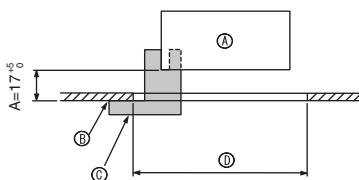
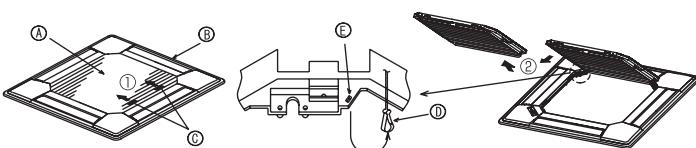
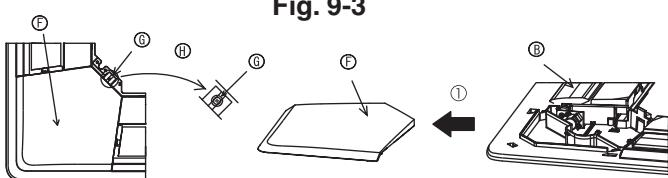

Fig. 9-2
Fig. 9-3
Fig. 9-4
① Grille	1	950 x 950 (mm)
② Vis avec rondelle captive	4	M5 x 0.8 x 25
③ Jauge	1	(Divided into four parts)
④ Attache	3
⑤ Vis	4	4 x 8
⑥ Vis	1	4 x 12
⑦ Télécommande sans fil	1	pour PLP-6BALM
⑧ Télécommande câblée	1	pour PLP-6BAMD
9.2. Préparation avant d'attacher la grille (Fig. 9-2)
- A l'aide de la jauge ③ fournie avec ce kit, régler et vérifier la position de l'appareil par rapport au plafond. Si l'appareil n'est pas correctement positionné, il y aura des risques de fuites d'air et de la condensation pourrait s'accumuler.
④ Appareil principal
⑤ Plafond
⑥ Jauge ③ (insérée dans l'appareil)
⑦ Dimensions de l'ouverture dans le plafond
9.2.1. Retrait de la grille d'admission (Fig. 9-3)
- Pour ouvrir la grille d'admission, faire glisser les leviers dans le sens indiqué par la flèche ①.
- Lorsque la grille se trouve en position "ouverte", retirer la charnière de la grille d'admission comme indiqué par la flèche ②.
9.2.2. Retrait du panneau en coin (Fig. 9-4)
- Retirer la vis du coin du panneau en coin. Faire glisser le panneau comme indiqué par la flèche ① pour le déposer.
[Fig.9-3] [Fig.9-4]